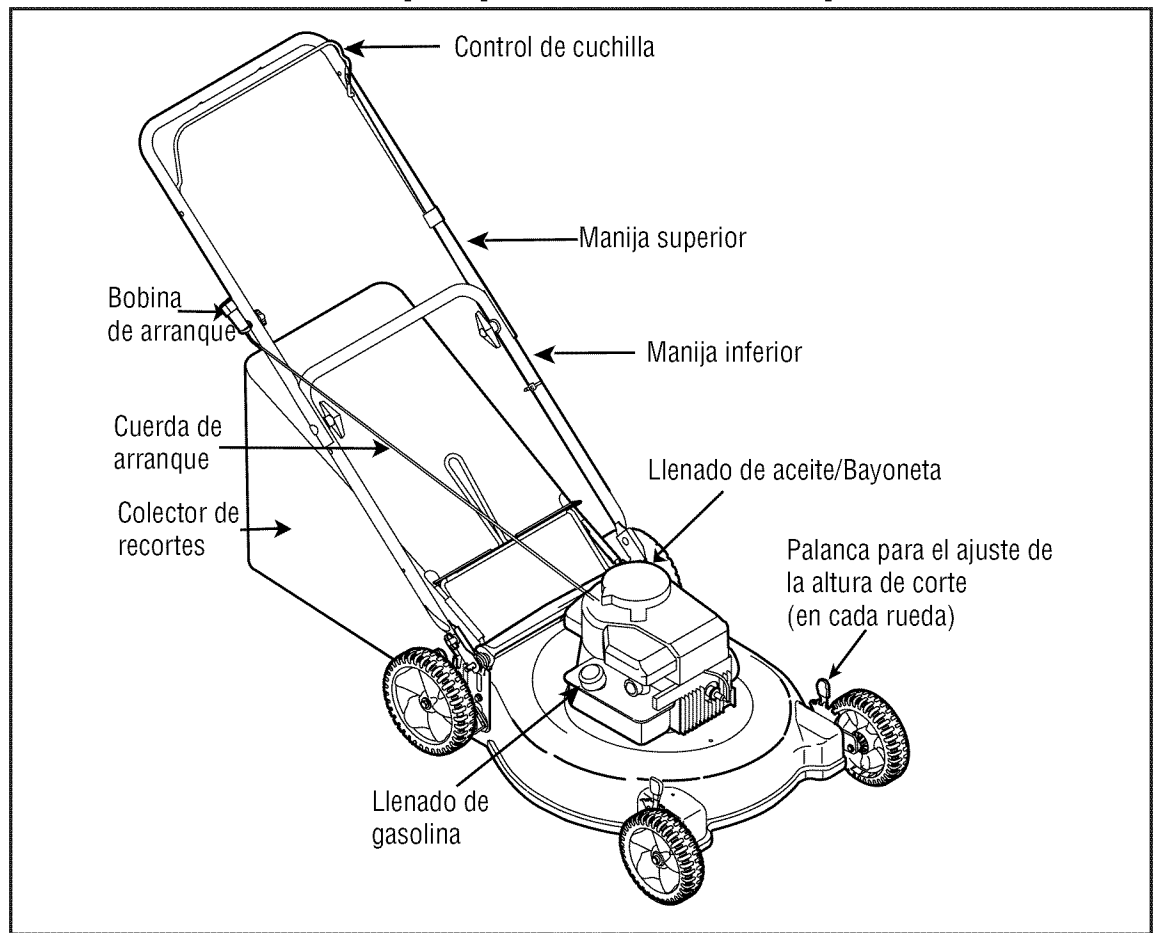

Figura 1
1. Verifique el nivel del aceite y agregue más de ser necesario. Siga las instrucciones del manual del motor. Vea la ubicación del tapón de llenado de aceite en la Figura 1.
2. Realice el servicio del motor con gasolina como se indica en el manual del motor. Vea la ubicación del tapón de llenado de combustible en la Figura 1.